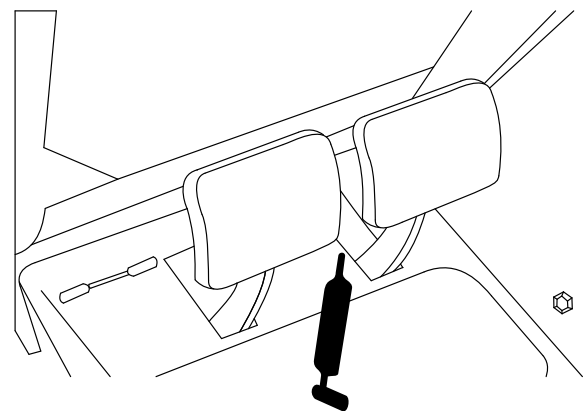

Figura 52
- Eje del pedal de freno (1) (Figura 52).